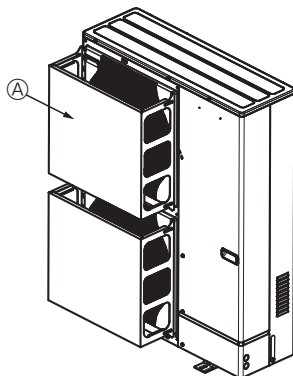

Fig. 2-4
- ② Ak je jednotka nainštalovaná na mieste, kde môžu do výstupu vzduchu priamo vstupovať silné vetry spôsobené napr. tajfúnom, nainštalujte voliteľný ochranný vzduchový kryt. (Fig. 2-4)